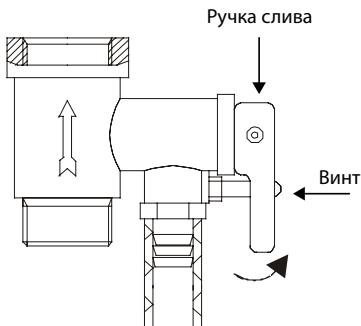

Рис. 9
6. Воду можно слить через комбинированный предохранительный клапан (рис.9) (для этого открутите винт ручки слива комбинированного предохранительного клапана и переведите ручку слива в верхнее положение, при этом кран выхода горячей воды должен быть открыт, а кран подачи холодной воды в водонагреватель должен быть перекрыт).